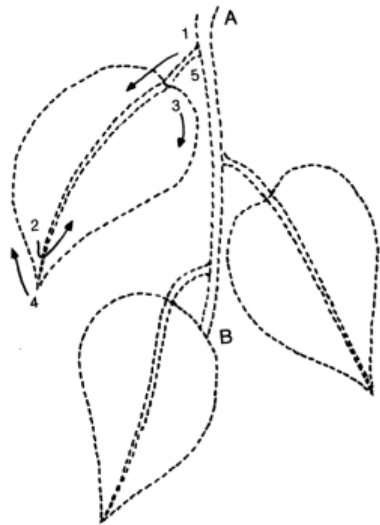

Рис. 397
1. Нарисуйте узор на тонкой бумаге (например, на папиросной). Старайтесь делать непрерывную линию, так вам легче будет работать (см. рис. 397).
4. Для того чтобы проложить строчку по линиям рисунка, взгляните на рис. 397.